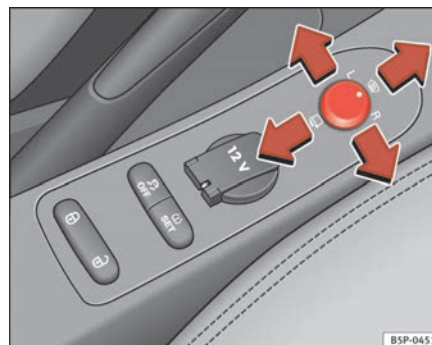

Abb. 89 Drehknopf für Außenspiegeleinstellung
1. Drehen Sie den Drehknopf ⇒ Abb. 89 in Stellung **L (linker Außenspiegel)**.
- Drehen Sie den Drehknopf nach vorne auf die mittlere Stellung ⇒ Seite 132, Abb. 89 , damit die Heizung der Außenspiegel und die Funktion der beheizbaren Windschutzscheibe\* im Bereich der Ruhestellung der Wischerblätter eingeschaltet wird ⇒ Seite 128.
- Drehen Sie den Drehknopf ⇒ Seite 132, Abb. 89 in Stellung , um die Außenspiegel anzuklappen. Sie sollten die Außenspiegel immer anklappen, wenn Sie eine automatische Waschanlage durchfahren, um Beschädigungen zu vermeiden.